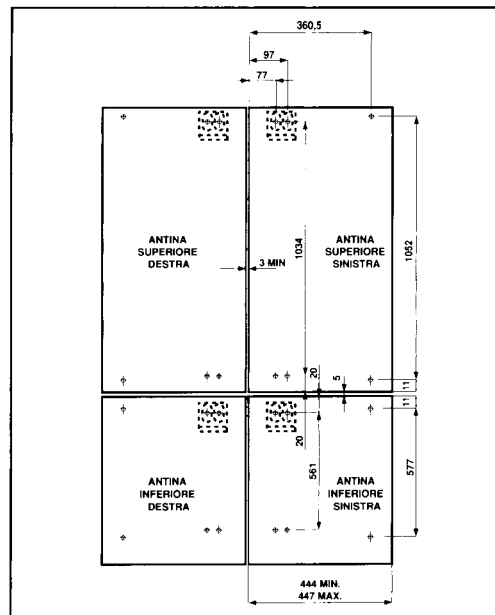

Fig. 5
- Forare le antine come disegno e fissare i tasselli di trascinamento (Fig. 5).